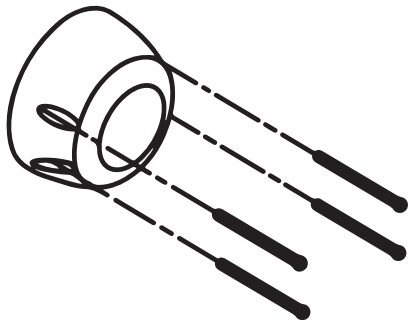

Рис. 2
1. Открутите четыре винта крепления крышки тормоза, со стороны редуктора лебедки, используя шестигранник 4 мм. (Рис.2)